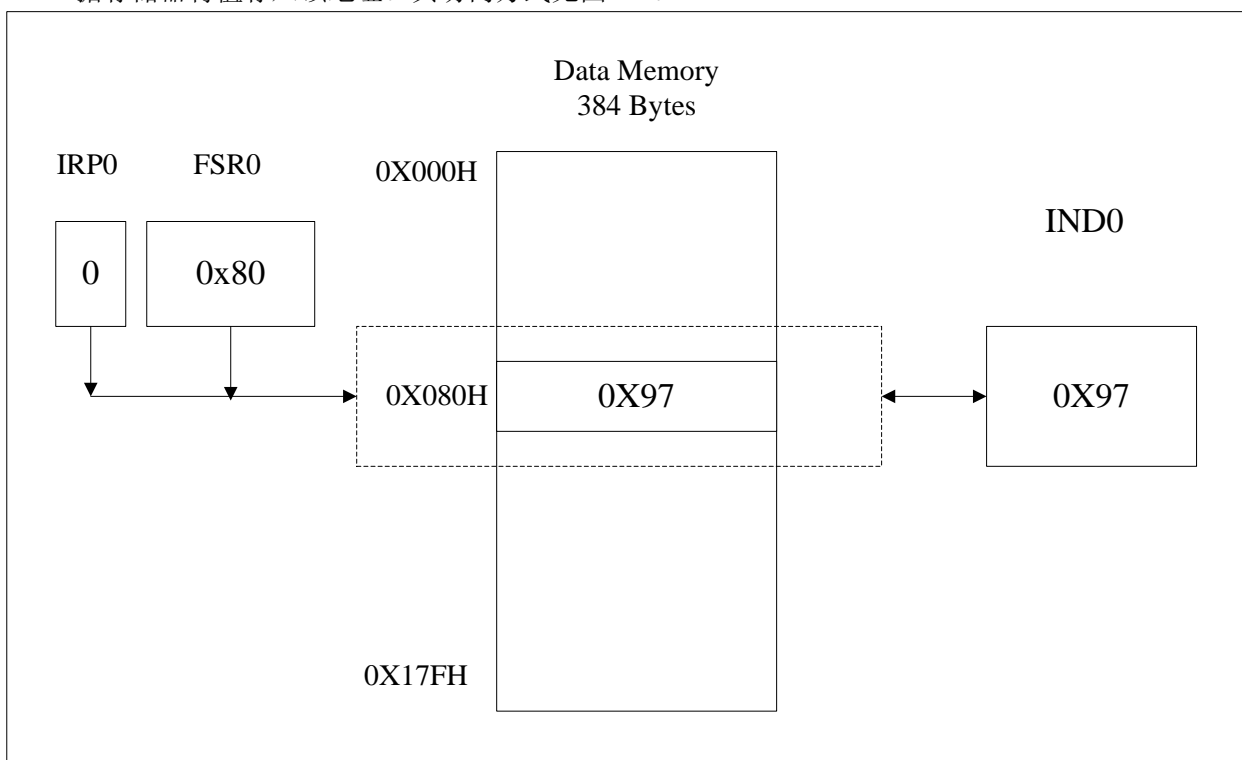

图 2-4 间接地址访问
3. 通过IND0 以及FSR0 这两个寄存器可以对数据存储器和特殊功能寄存器进行间接访问。当从间接地址寄存器(IND0)读入数据时，MCU实际上是以FSR0 中的值作为地址去访问数据存储器得到数据。当向间接寄存器(IND0)写入数据时，MCU实际上是以FSR0 中的值作为地址去访问数据存储器将值存入该地址。其访问方式见图 2-4。